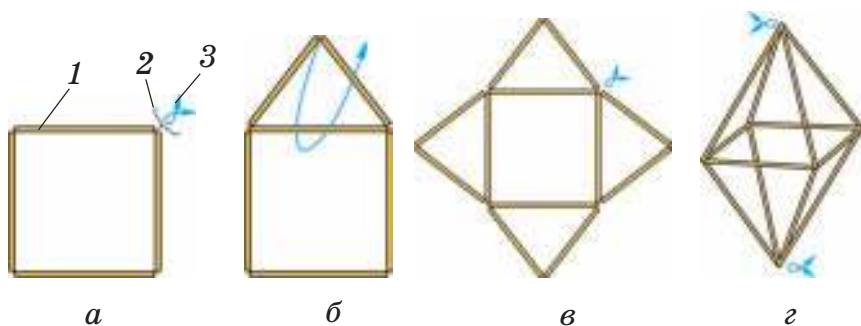

Рис. 90. Этапы изготовления соломенного «паука» «ромбической» формы (а—г):
шую иглу. После этого четыре крайних соломки связывают в квадрат той же ниткой, на которую они нанизаны (рис. 90, а).
2. На этом этапе следующие две соломки размещают у одной из сторон квадрата так, чтобы получился треугольник. При этом следует вершину треугольника перекрутить через основание по направлению к центру квадрата (рис. 90, б).
3. Последовательно перекручивают оставшиеся три пары соломок, меняя направление поочередно от центра и к центру (первая и третья пары к центру, а вторая и четвёртая — от центра). В результате получается плоская фигура с квадратом в центре (рис. 90, в).
4. Для изготовления объёмной формы первую пару противоположных треугольников поднимают вверх и связывают вместе. А вторую опускают вниз и также связывают. Чтобы объёмная форма была жёсткой, углы склеивают (рис. 90, г).